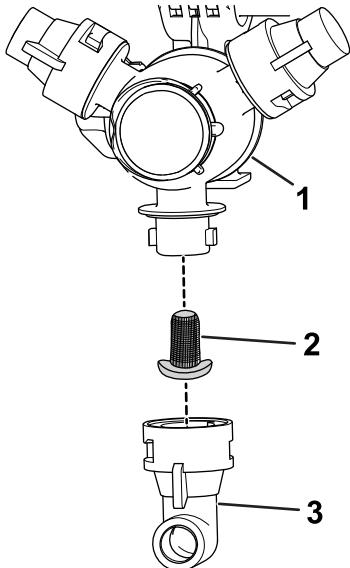

Рисунок 62
2. Снимите сопло с поворотной распылительной головки (Рисунок 62).
3. Снимите старый фильтр сопла (Рисунок 62).
4. Установите новый фильтр сопла (Рисунок 62).
Примечание: Убедитесь, что фильтр вставлен до упора.- 5. Установите сопло на поворотную распылительную головку (Рисунок 62).